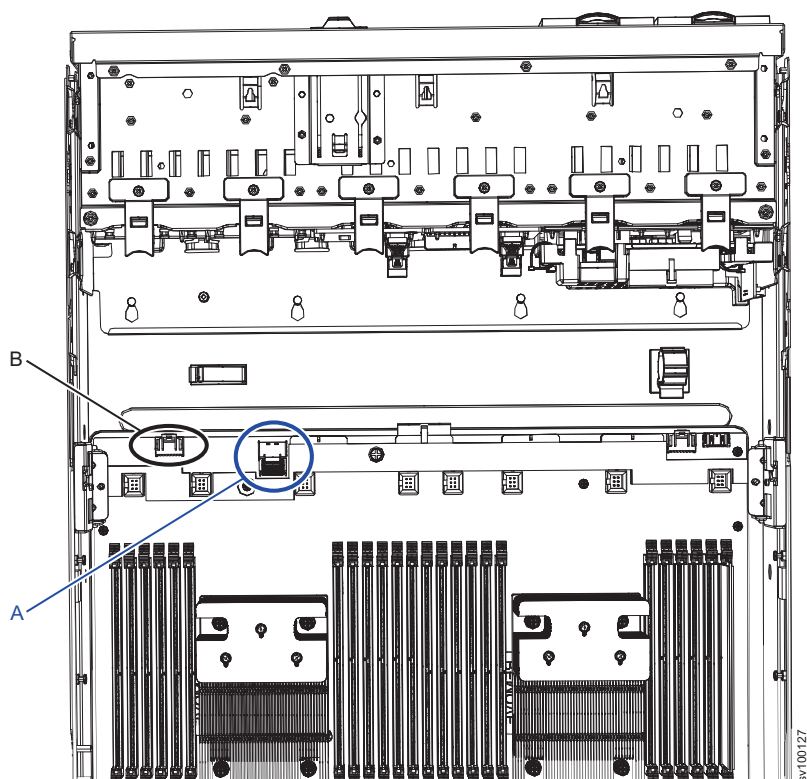

図 263. メイン・ボード上にあるオペレーター情報パネル・ケーブルのケーブル・コネクタ
2. 345 ページの図 263 に示すように、メイン・ボード上のコネクタから青色と黒色のケーブル（**A** および **B**）を取り外します。